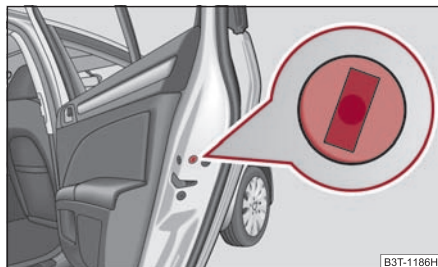

Abb. 42 Hintere Tür: Notverriegelung der Tür
- Bauen Sie die Blende ab ⇒ Abb. 42.